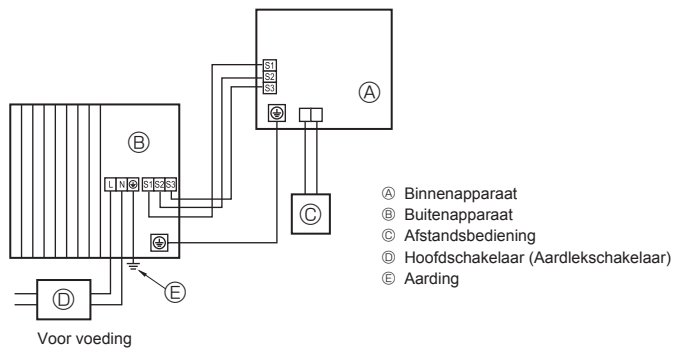
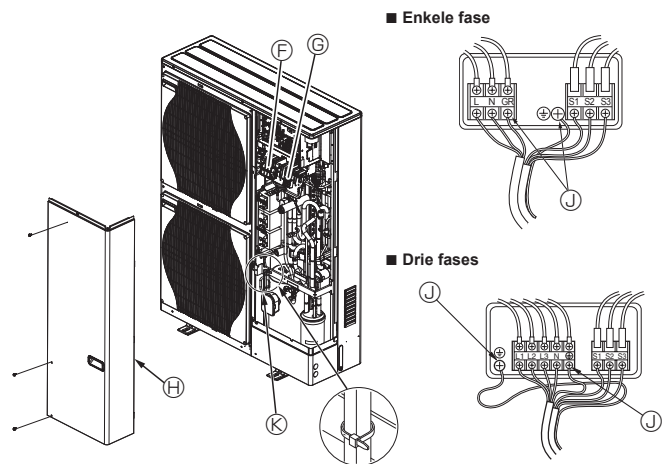

Fig. 5-1
Fig. 5-2
5.1. Buitenapparaat (Fig. 5-1, Fig. 5-2)
- ① Verwijder het onderhoudspaneel.
- ② Sluit de kabels aan aan de hand van Fig. 5-1 en Fig. 5-2.